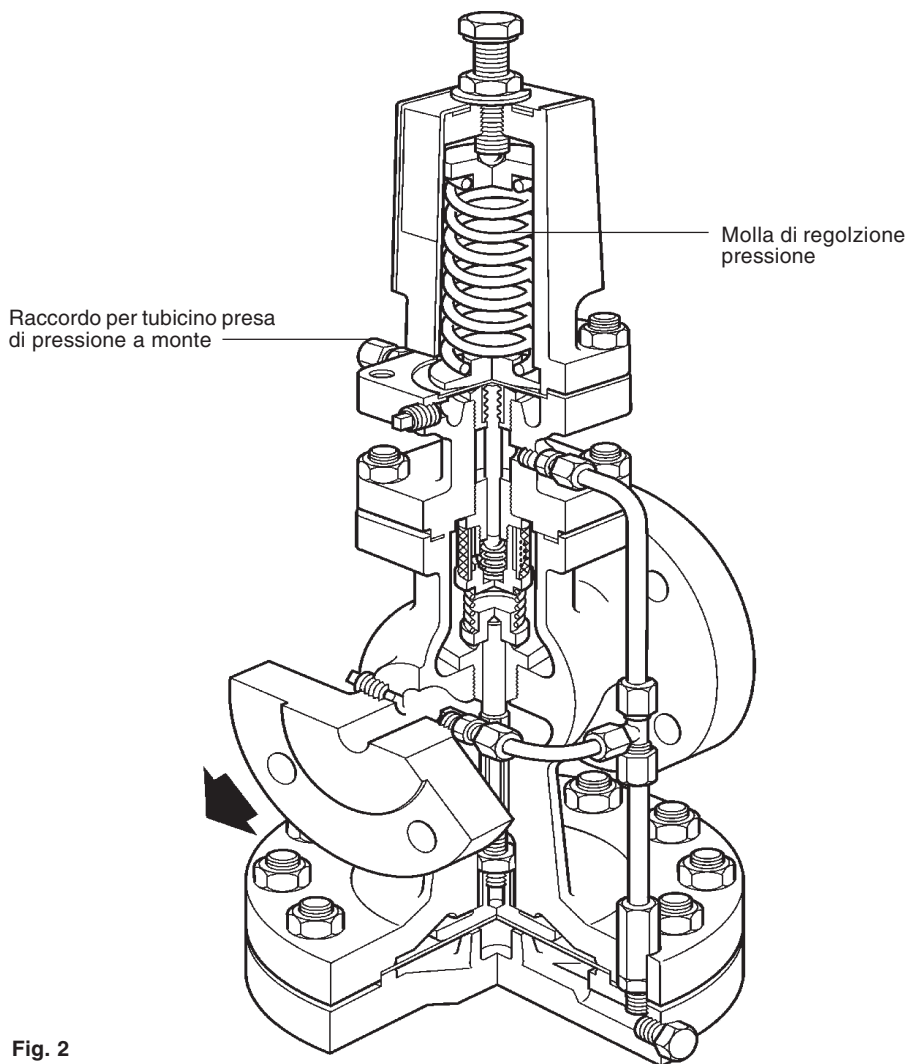

Fig. 2
3.1 Assetto di fornitura (Fig. 2)